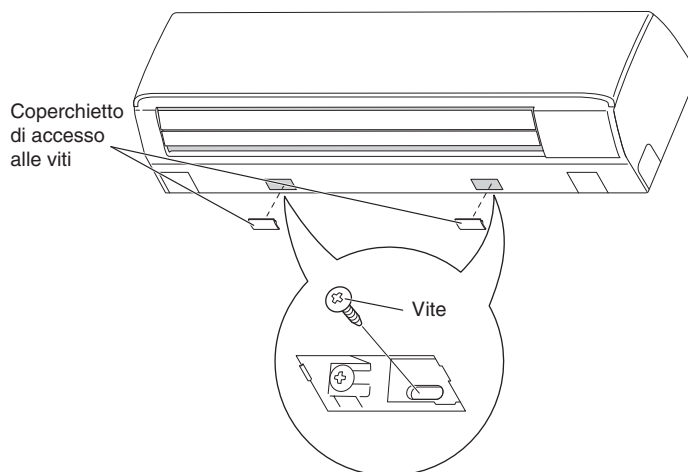

Fig. 3-34
- (1) Rimuovere il coperchietto di accesso alle viti ubicato sul fondo dell'unità (Fig. 3-34)
- (2) Con le due viti autofilettanti da 4×10 mm fornite in dotazione bloccare il telaio sul pannello posteriore. (Fig. 3-34)